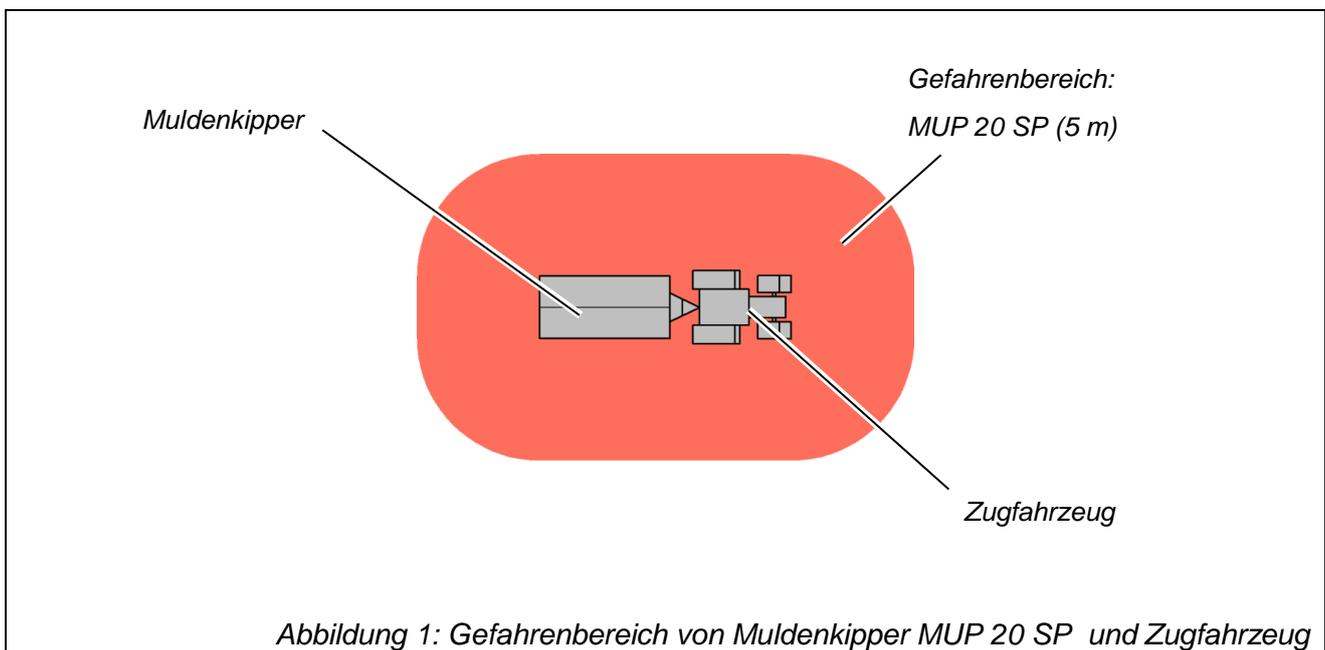

Abbildung 1: Gefahrenbereich von Muldenkipper MUP 20 SP und Zugfahrzeug
- Beim Kippen der Mulde darf sich niemand im Gefahrenbereich aufhalten (siehe Abbildung 1, Seite 16).
Der Gefahrenbereich um den Muldenkipper MUP 20 SP und das Zugfahrzeug (siehe Abbildung 1).